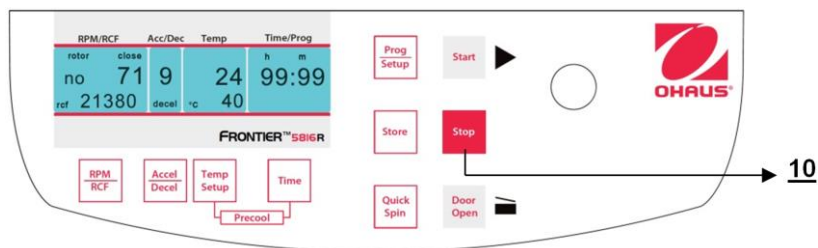

Figura 27
Con el botón **"Stop"** (10) (vea la Figura 27) puede interrumpir la operación en cualquier momento. Después de presionar el botón, la centrífuga se desacelera con la intensidad preseleccionada en descenso hasta parar completamente.